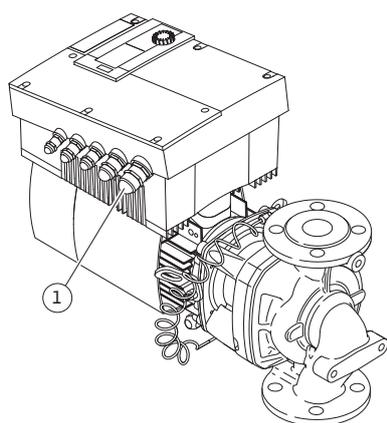

Fig. 30: Pressacavo M25
- Il cavo di collegamento alla rete deve essere posato nel pressacavo M25 (Fig. 30, pos. 1).